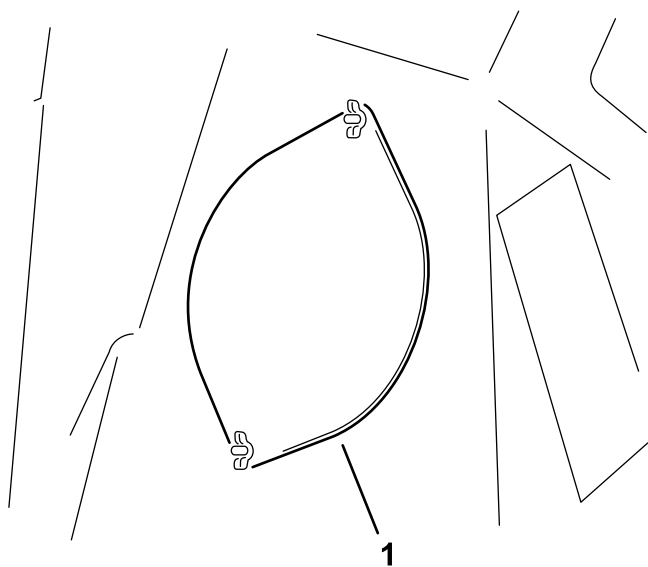

Figura 31
3. Afloje las 2 tuercas de orejeta que fijan el panel de acceso (Figura 31).